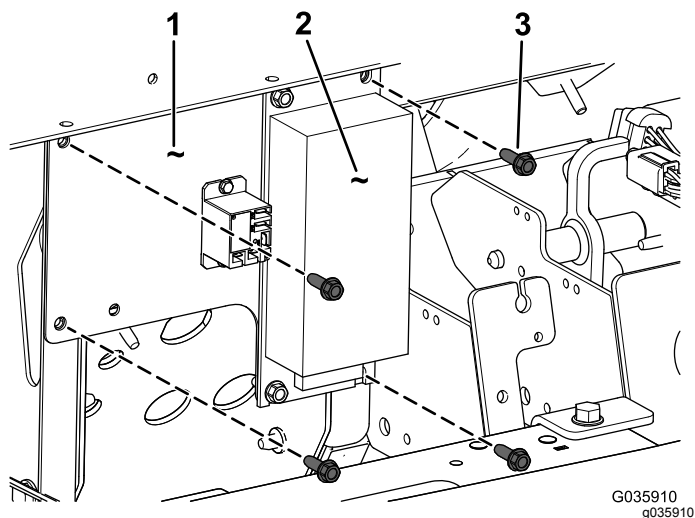

Figure 6
3. Fixez le support du convertisseur sur la machine à l'aide de 2 vis autotaraudeuses ($\frac{1}{4}" \times \frac{3}{4}"$) sur le côté gauche du support et de 2 vis autotaraudeuses ($\frac{1}{4}" \times \frac{3}{4}"$) sur le côté droit, comme montré à la Figure 6.